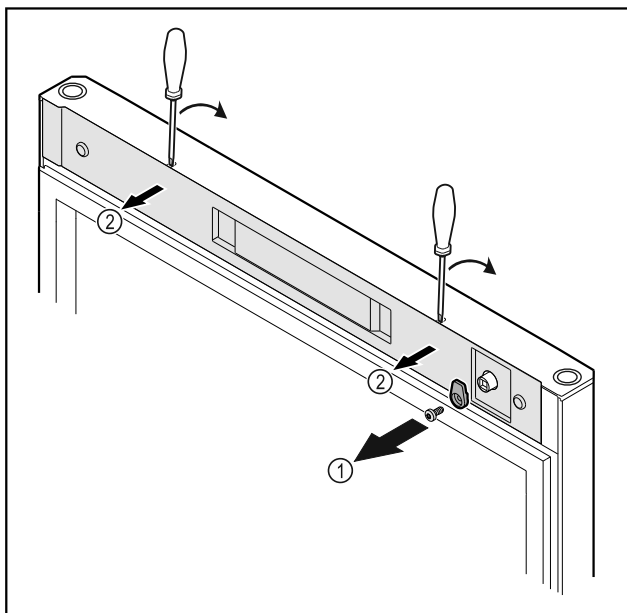

Fig. 21
- ▶ Odvrnite kuke za zatvaranje Fig. 21 (1).
- ▶ Odvojite poklopac Fig. 21 (2) malim odvijačem i skinite ga.